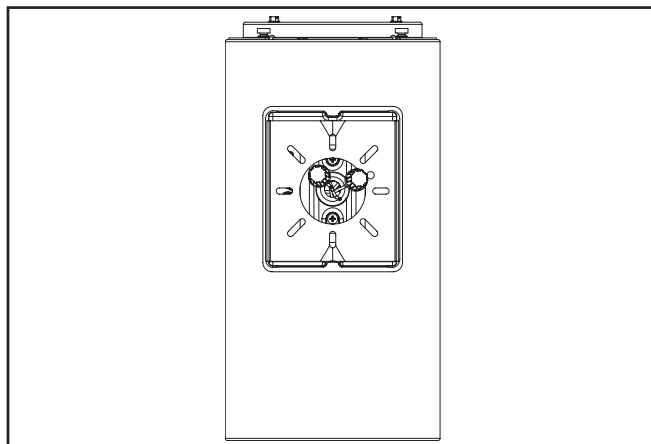

Figure 2.
1. Installez la plaque de montage mural dans la boîte de branchement en utilisant la quincaillerie fournie avec la boîte de branchement (fourni par un tiers) et serrez à un couple de 1,9 Nm (17 po-lb) si vous utilisez la vis no 8-32 (Figure 2.).